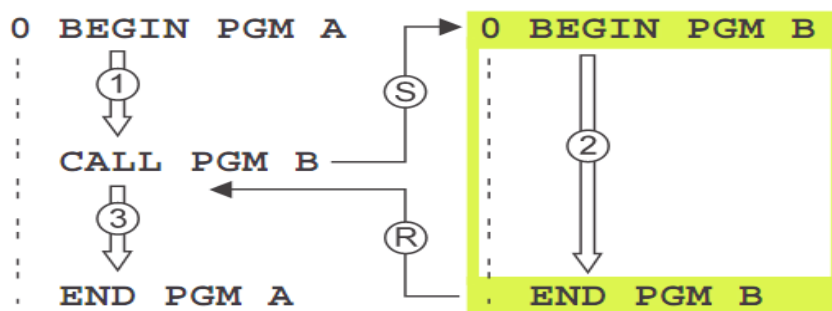

Рис. 5.30. Структура использования программы в качестве подпрограммы
1. УЧПУ выполняет программу обработки, пока не будет вызвана другая программа с CALL PGM (рис. 5.30).